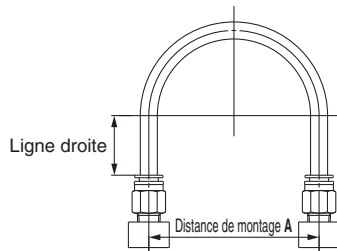

Figure 1 Raccordement recommandé
1. Lors du raccordement des tubes aux raccords instantanés, utilisez une longueur de tube à marge suffisante, conforme aux conditions de raccordement indiquées en Figure 1.